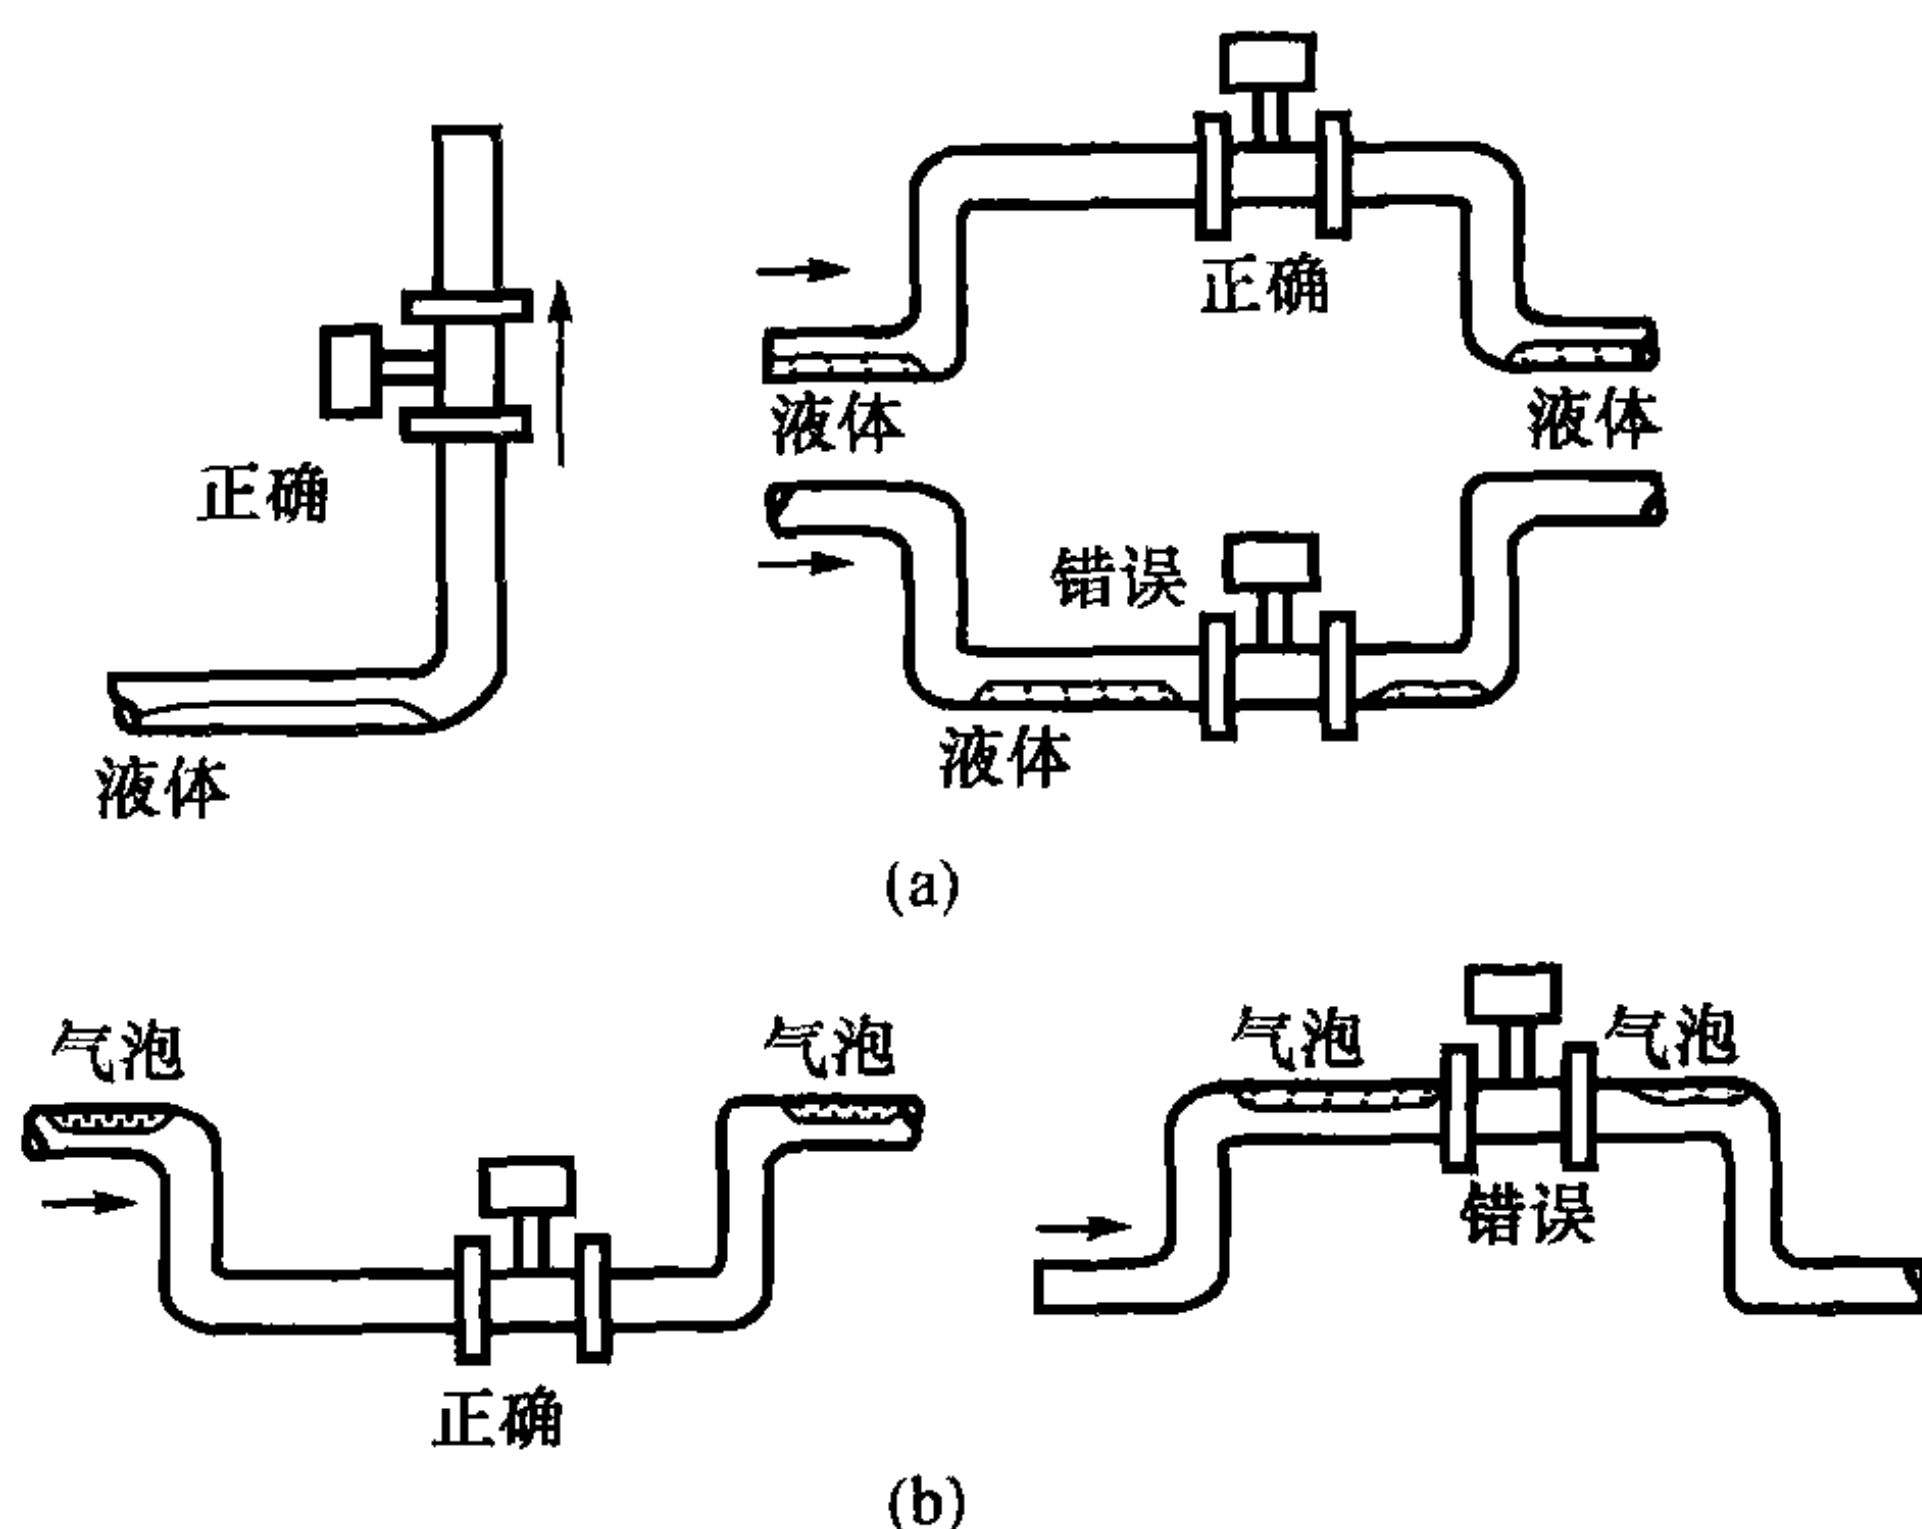

图 5-10 测量含液气体(a)和含气液体(b)的流量计的安装
a) 当被测气体中含有少量的液体时, 为了防止液体滞留在流量计内, 应按图 5-10(a) 的方式正确进行安装。
b) 当被测液体中含有少量的气体时, 为了防止气体滞留在流量计内, 应按图 5-10(b) 的方式正确进行安装。
(6) 采取适当的减震措施